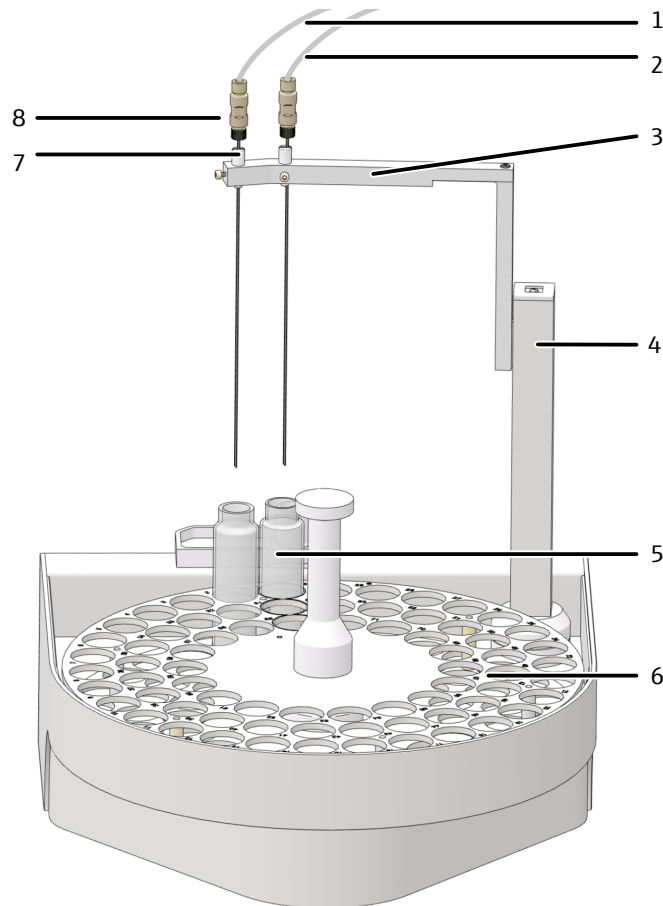

图 25 AS vario自动进样器的布局
- ▶ 对于使用平行吹扫进行的 NPOC 测量：在套管底座的两个位置分别插入一个带套管的套管 (图 25 44)。